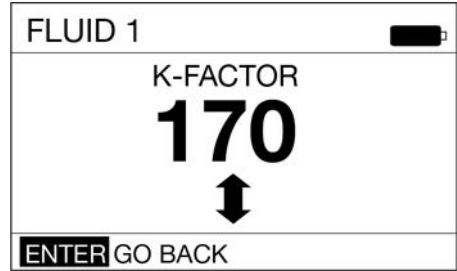

图 67
5. k 系数调节完成后，ENTER 应高亮显示在显示屏的左下角，如图 67。按键盘上中央的 ENTER 按钮并选择 ENTER，保存新的校准系数。